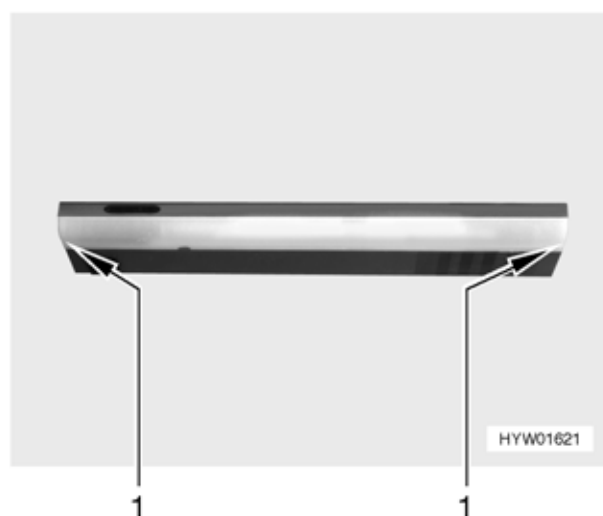

Fig. 198 Luce area cottura
- Tirare il vetro della luce (Fig. 198,1). Iniziare ad estrarre la luce area cottura tirando sempre a destra o a sinistra.